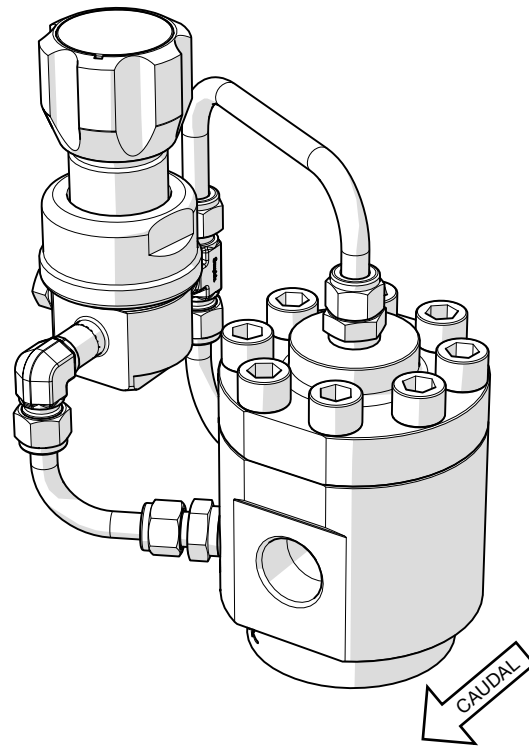
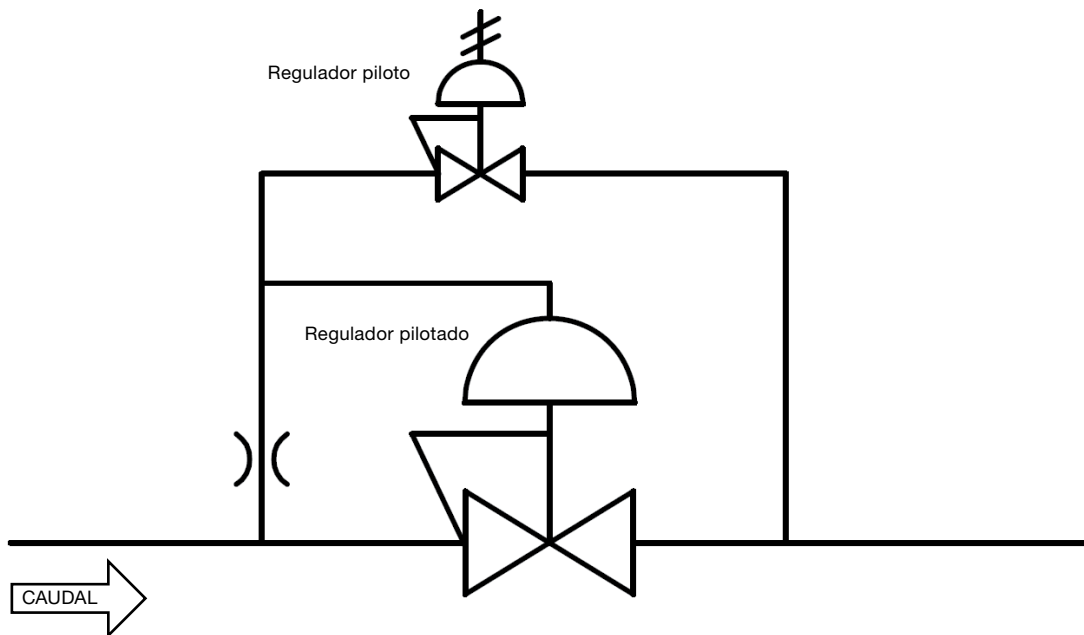

Figura 1
Figura 2
- La posición de montaje más adecuada del regulador es horizontal, con la carcasa del muelle/bóveda hacia arriba, según la Figura 1 (Ver la página 9). Otras posiciones de montaje pueden aumentar el riesgo de desgaste de los componentes.
- **Control del piloto integral.** En esta configuración, el regulador pilotado incluye un regulador piloto como parte del ensamblaje (figura 1). El regulador piloto, alimentado por la presión del sistema, se opera manualmente para controlar la presión de la bóveda (Figura 2). Esta configuración no es adecuada para aplicaciones de líquidos.